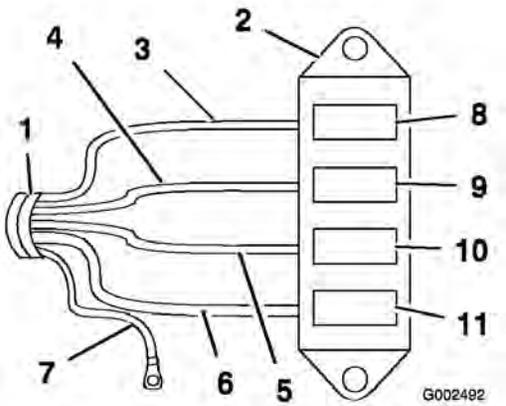

図 7
4. ハーネスの各線をヒューズ・ブロックに配線する (図 7)。